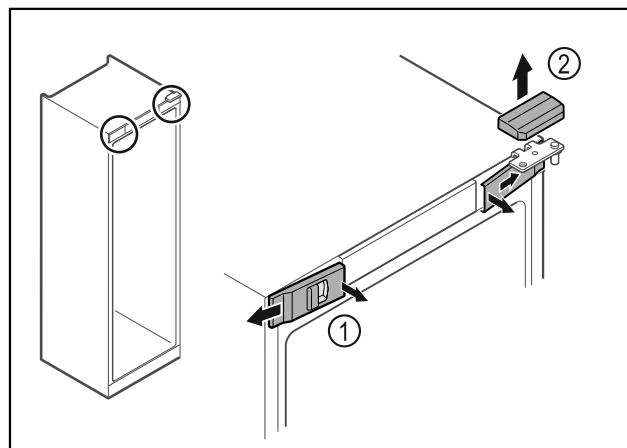

Fig. 12
- ▶ Ξεκουμπώστε εσωτερικά τα μπροστινά καλύμματα Fig. 12 (1) και αφαιρέστε τα προς το πλάι.
- ▶ Αφαιρέστε προς τα επάνω το επάνω κάλυμμα Fig. 12 (2).